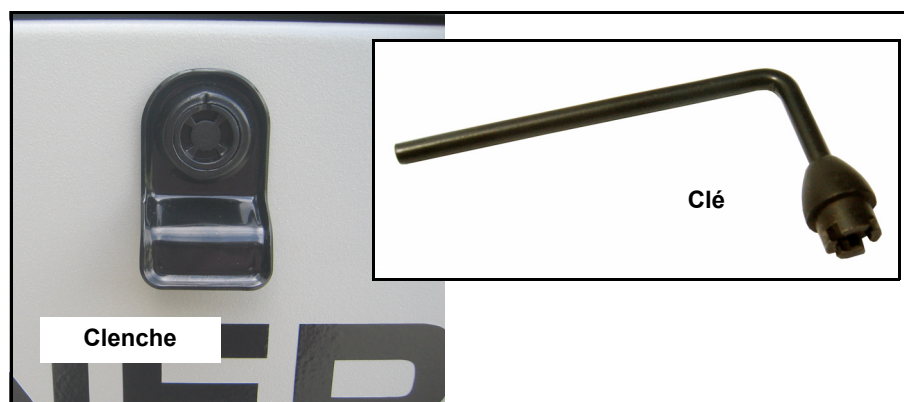

Figure 5-5. Clé du panneau d'accès
1. Insérez la clé dans le loquet et faites un demi-tour en sens antihoraire. Voir Figure 5-5.